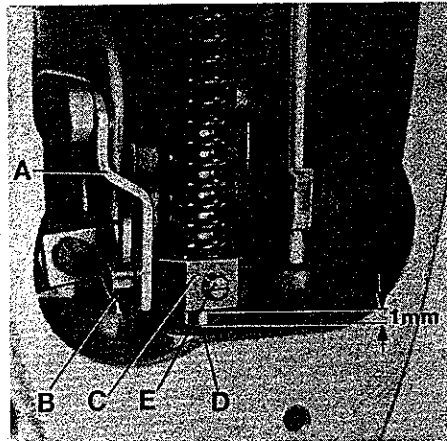
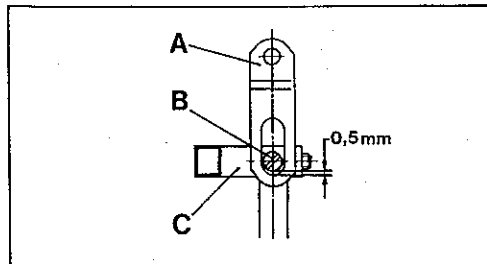

Fig.33
Fig.33A
With needle bar at bottom of stroke and presser foot resting squarely on throat plate, there should be a minimum clearance of 0,5 mm (.020 in.) between slot end of link (A, Fig. 33 and 33A) and shank screw (B) in presser bar connection and guide (C) when the foot lifter lever is released. At this time, there should also be at least 1 mm (.040 in.) clearance between bottom of presser bar connection and guide (C, Fig. 33) and top of presser bar bushing (D).
Loosen set screw (E, Fig. 33) in presser bar connection and guide (C). Then, while pressing the presser foot down firmly, pry up presser bar connection and guide (C) with a screwdriver to obtain the described setting dimensions and tighten set screw (E) securely.
Bei am unteren Hubende stehender Nadelstange und direkt auf der Stichplatte aufliegendem Drückerfuß, soll zwischen dem Schlitzende des Gelenks (A, Fig. 33 und 33A) und der Zapfenschraube (B) in der Drückerfußstangen-Verbindung und Führung (C) ein Mindestabstand von 0,5 mm sein (siehe Fig. 33A), wenn der Fußlifterhebel losgelassen ist. Gleichzeitig muß zwischen der Unterseite der Drückerfußstangen-Verbindung und Führung (C, Fig. 33) und der Oberseite der Drückerstangenbuchse (D) ein Abstand von mindestens 1 mm sein.
Lösen Sie den Gewindestift (E, Fig. 33) in der Drückerfußstangen-Verbindung und Führung (C). Dann hebeln Sie mit einem Schraubendreher, während Sie den Drückerfuß fest nach unten drücken, die Drückerfußstangen-Verbindung und Führung (C) nach oben, um die beschriebenen Einstellmaße zu erhalten und ziehen den Gewindestift (E) gut an.